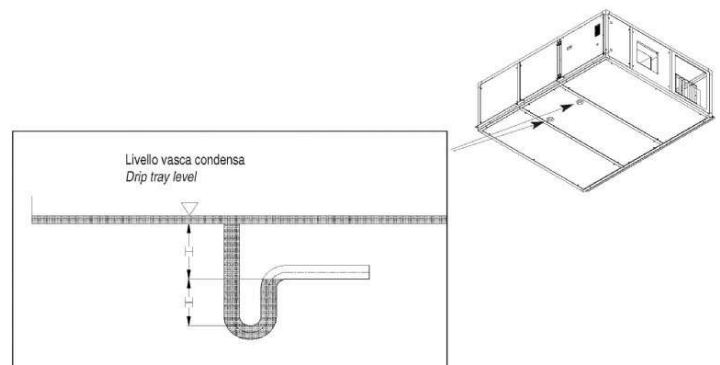

fig. 3
- Il dimensionamento e l'esecuzione dei sifoni, nel caso di vasca in depressione, deve essere eseguito secondo la fig. 3 e la tabella seguenti.